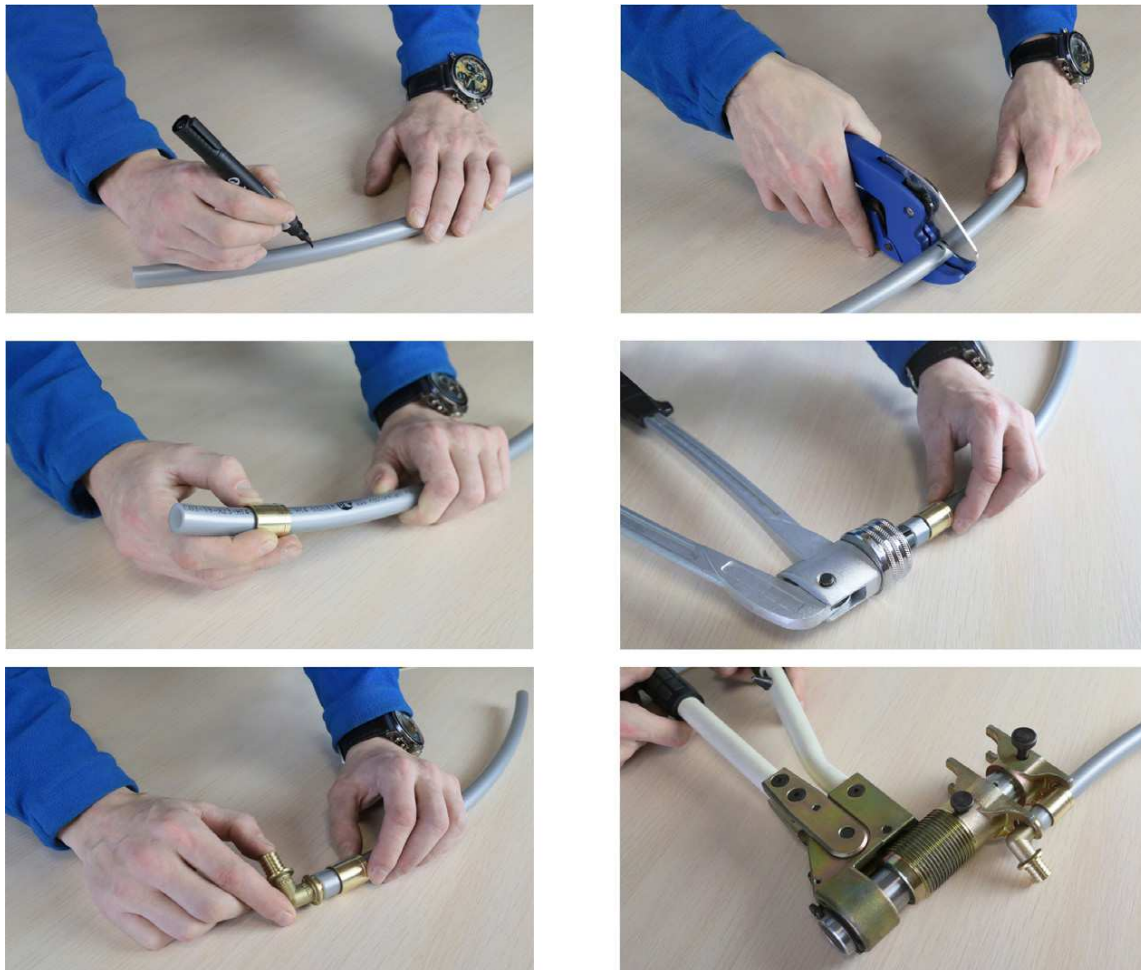

Рис. 4. Этапы монтажа аксиальных фитингов
3.1. Монтаж фитинга выполняется в несколько этапов (см. рис.4)
5. Поместите штуцер фитинга в трубу до упорного буртика. Упорный буртик (поз.5 рис.4) не позволяет вручную продвинуть штуцер в раструб трубы целиком, тем самым контролируя её соосность с фитингом.
6. Сдвиньте гильзу на фитинг с помощью прессы с насадками необходимых размеров так, чтобы гильза дошла до воротника фитинга (поз.6 рис.4). После сборки фитинга не допускается проворачивать трубу, а также изгибать ее ближе 10 диаметров от места соединения.